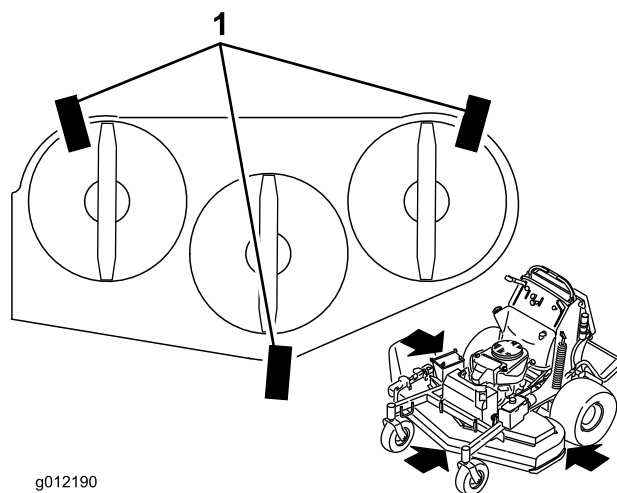

Figura 86
1. Coloque 3 blocos de madeira com 5 x 10 cm sob a plataforma do cortador como apresentado em Figura 86. Assente os blocos de 5 x 10 cm sobre o lado com 10 cm.